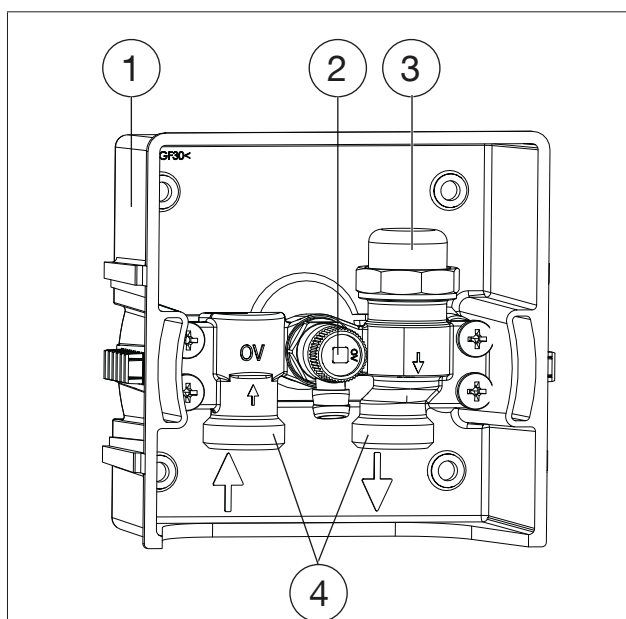
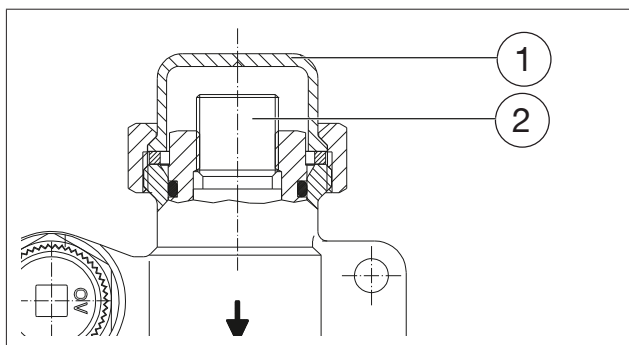

Рис. 2: Конструкция „Unibox RLA vario“
Рис. 4: Конструкция вентиля с отключением
1. Открутите колпачок вентиля с отключением (см. рис. 2 на стр. 7 или рис. 4 на стр. 8).